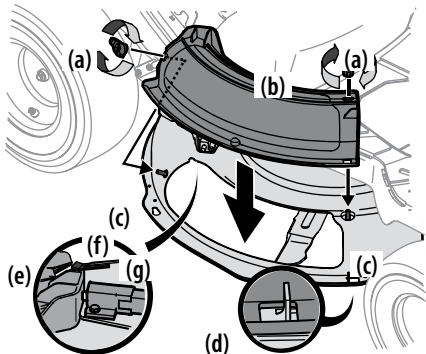

Figura 2-10
- Extraiga las perillas de aleta (a) que se instalaron en la plataforma de corte y consérvelas para colocarlas posteriormente. Consulte la Figura 2-10.
- Coloque el adaptador para abono (b) en la abertura de descarga de la plataforma. Los espárragos (c) en la superficie de la plataforma calzarán en los orificios de la parte superior del adaptador para abono (b). La pequeña lengüeta (d) del borde de la plataforma calzará en el recorte cuadrado de la parte inferior del adaptador para abono (b). Consulte la Figura 2-10.